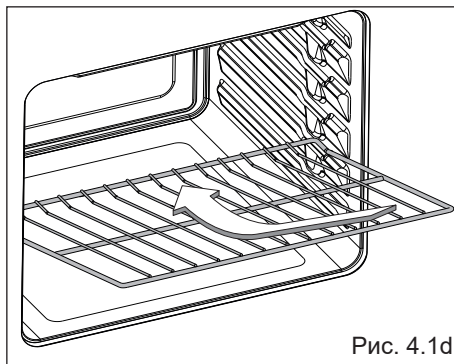

Рис. 4.1d
- Во избежание случайного выпадения полочек из духового шкафа предусмотрен специальный блок безопасности. Вставка полочек осуществляется, как показано на рис. 4.1d.
Вставка полочек осуществляется, как показано на рис. 4.1d.